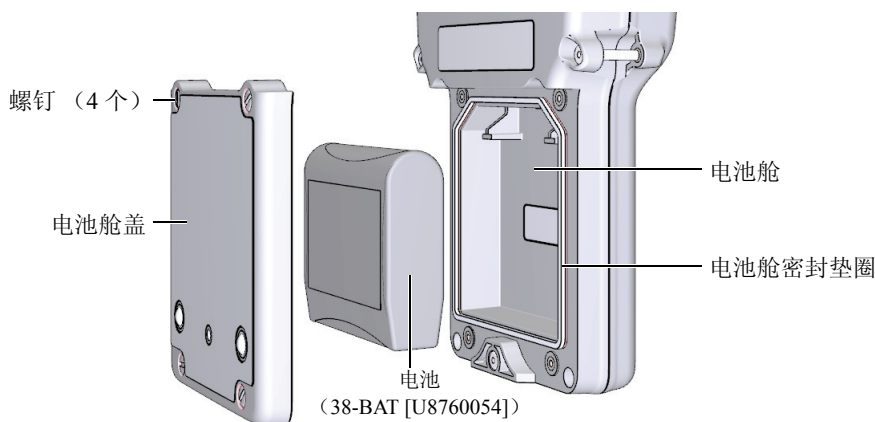

图 2-4 打开电池舱
电池位于 38DL PLUS 仪器后面板上的电池舱中（参见第 28 页的图 2-4）。
6. 拧下位于仪器后面板的电池舱盖上的 4 个螺钉（参见第 28 页的图 2-4）。